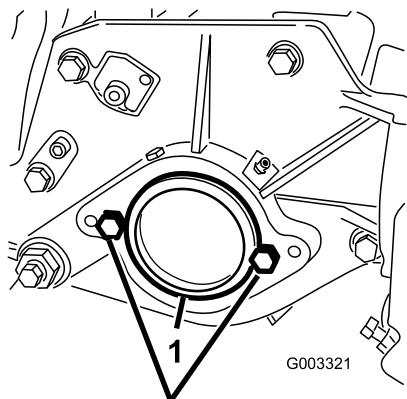

Figura 7
3. En el extremo derecho de la unidad de corte, retire el tapón de plástico del alojamiento del cojinete (Figura 7).
4. Retire los 2 pernos de la chapa lateral derecha (Figura 7).
2. Pernos (2)
6. Instale provisionalmente los 2 pernos de montaje del motor del molinete a la chapa izquierda de la unidad de corte (Figura 7).